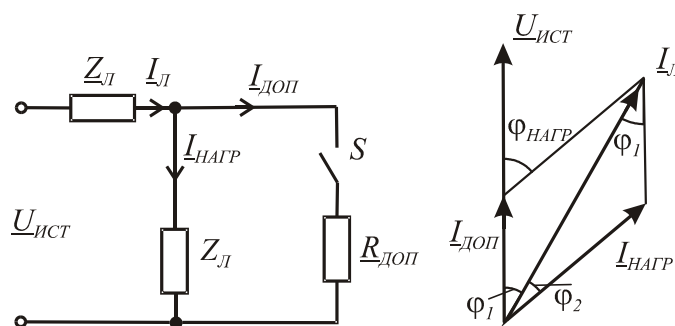

Рисунок 5.5 Определение $\phi_{\text{НАГР}}$ с помощью дополнительного сопротивления
3) Иногда из измерительных приборов у нас только токоизмерительные клещи, а нам необходимо получить значение коэффициента мощности. Когда необходимо определять отдельно активное и реактивное сопротивления нагрузки при наличии только токоизмерительных клещей можно воспользоваться дополнительным сопротивлением. Для этого параллельно нагрузке подключают дополнительное сопротивление с заведомо известным коэффициентом мощности, например, активное сопротивление - нагреватель (рис.5.5). После этого измеряют три тока: — в нагрузке $I_{\text{НАГР}}$; — в дополнительном сопротивлении $I_{\text{ДОП}}$; — в питающей линии $I_{\text{Л}}$. По трем токам строят треугольник токов, один из которых $I_{\text{ДОП}}$ совпадает с фазным напряжением. Затем по теореме косинусов (квадрат стороны треугольника равен сумме квадратов двух других сторон минус удвоенное произведение этих сторон на косинус угла между ними) находится угол $\phi_{\text{НАГР}}$, равный сумме двух внутренних углов треугольника ТОКОВ